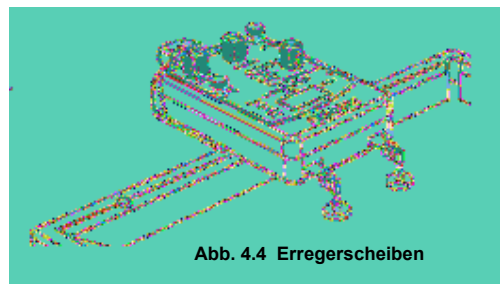

Abb. 4.4 Erregerscheiben
**Fünf Punktquellen:** Zwei weitere punktförmige Wellenerreger an den Halteclips am Erreger für ebene Wellen befestigen und darauf achten, dass die fünf Wellenerreger den gleichen Abstand zueinander haben (vgl. Abb. 4.4). Den Versuch analog zu dem Versuch mit den drei Punktquellen durchführen.
Abb. 4.4 mehrere Wellenerreger